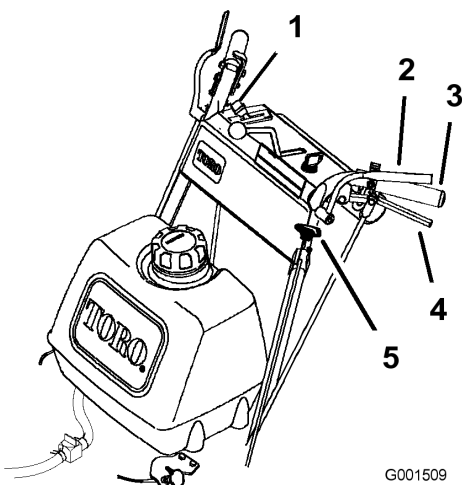

Figure 12
1. Pour engager les lames, serrez les leviers de détection de présence de l'utilisateur (OPC) contre les poignées (Figure 12).
1. Poussez le bouton de commande des lames (PDF) vers le bas en position arrêt (Figure 12).
2. Le moteur sera coupé et les lames s'arrêteront si vous relâchez les leviers de détection de présence de l'utilisateur (OPC) (Figure 12).